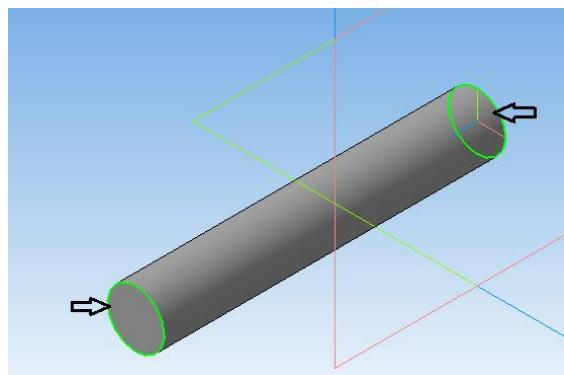

Рисунок 55.
4. Удерживая клавишу «**Ctrl**» выберите 2 кромки штифта (рисунок 55) .